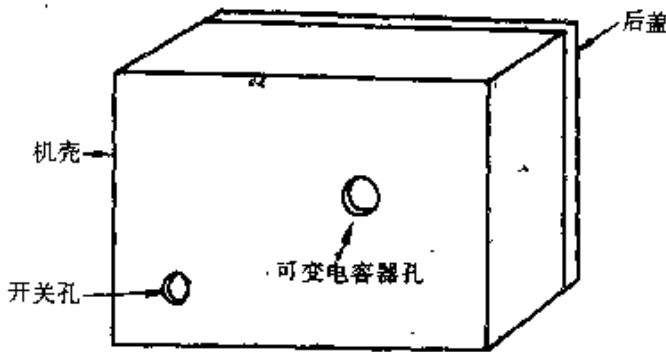

图 4-38
③ 高频信号发生器的机壳可用一塑料盒改制，其大小以能放下电路板和电池为准。在机壳面板上，对应可变电容器和电源开关的地方，各开一个圆孔，见图 4-38，以便可变电容器旋轴和电源开关拨柄伸出。